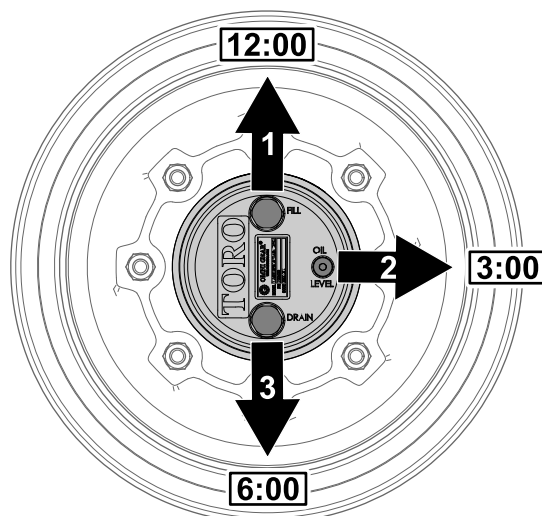

Figura 65
1. Zaparkujte stroj na rovném povrchu a umístěte kolo tak, aby se zátka plnicího otvoru nacházela v poloze 12 hodin, zátka kontrolního otvoru v poloze 3 hodin a vypouštěcí zátka v poloze 6 hodin (Figura 65).
- Demontujte zátku kontrolního otvoru nacházející se v poloze 3 hodin (Figura 65).
- Zaparkujte stroj na rovném povrchu a umístěte kolo tak, aby se zátku plnicího otvoru nacházela v poloze 12 hodin, zátku kontrolního otvoru v poloze 3 hodin a vypouštěcí zátku v poloze 6 hodin; viz Figura 65, část Kontrola oleje planetových převodů pohonu \(página 60\).